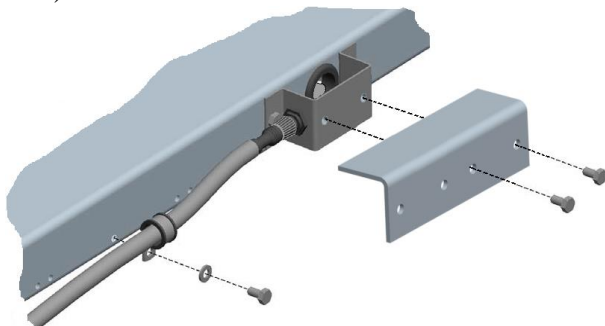

Рисунок 5.2 – Модуль взвешивающий 4D-PM_. Фиксация кабеля и установка кронштейна
5.3.7 Закрепите кабель для подключения терминала к модулю с помощью хомута, плотно затянув винт М6х10 (см. рис. 5.2).
5.3.8 Привинтите кронштейн к защитной скобе винтом М6х10 (2 шт.) для защиты разъема от механических ударов (см. рис. 5.2).